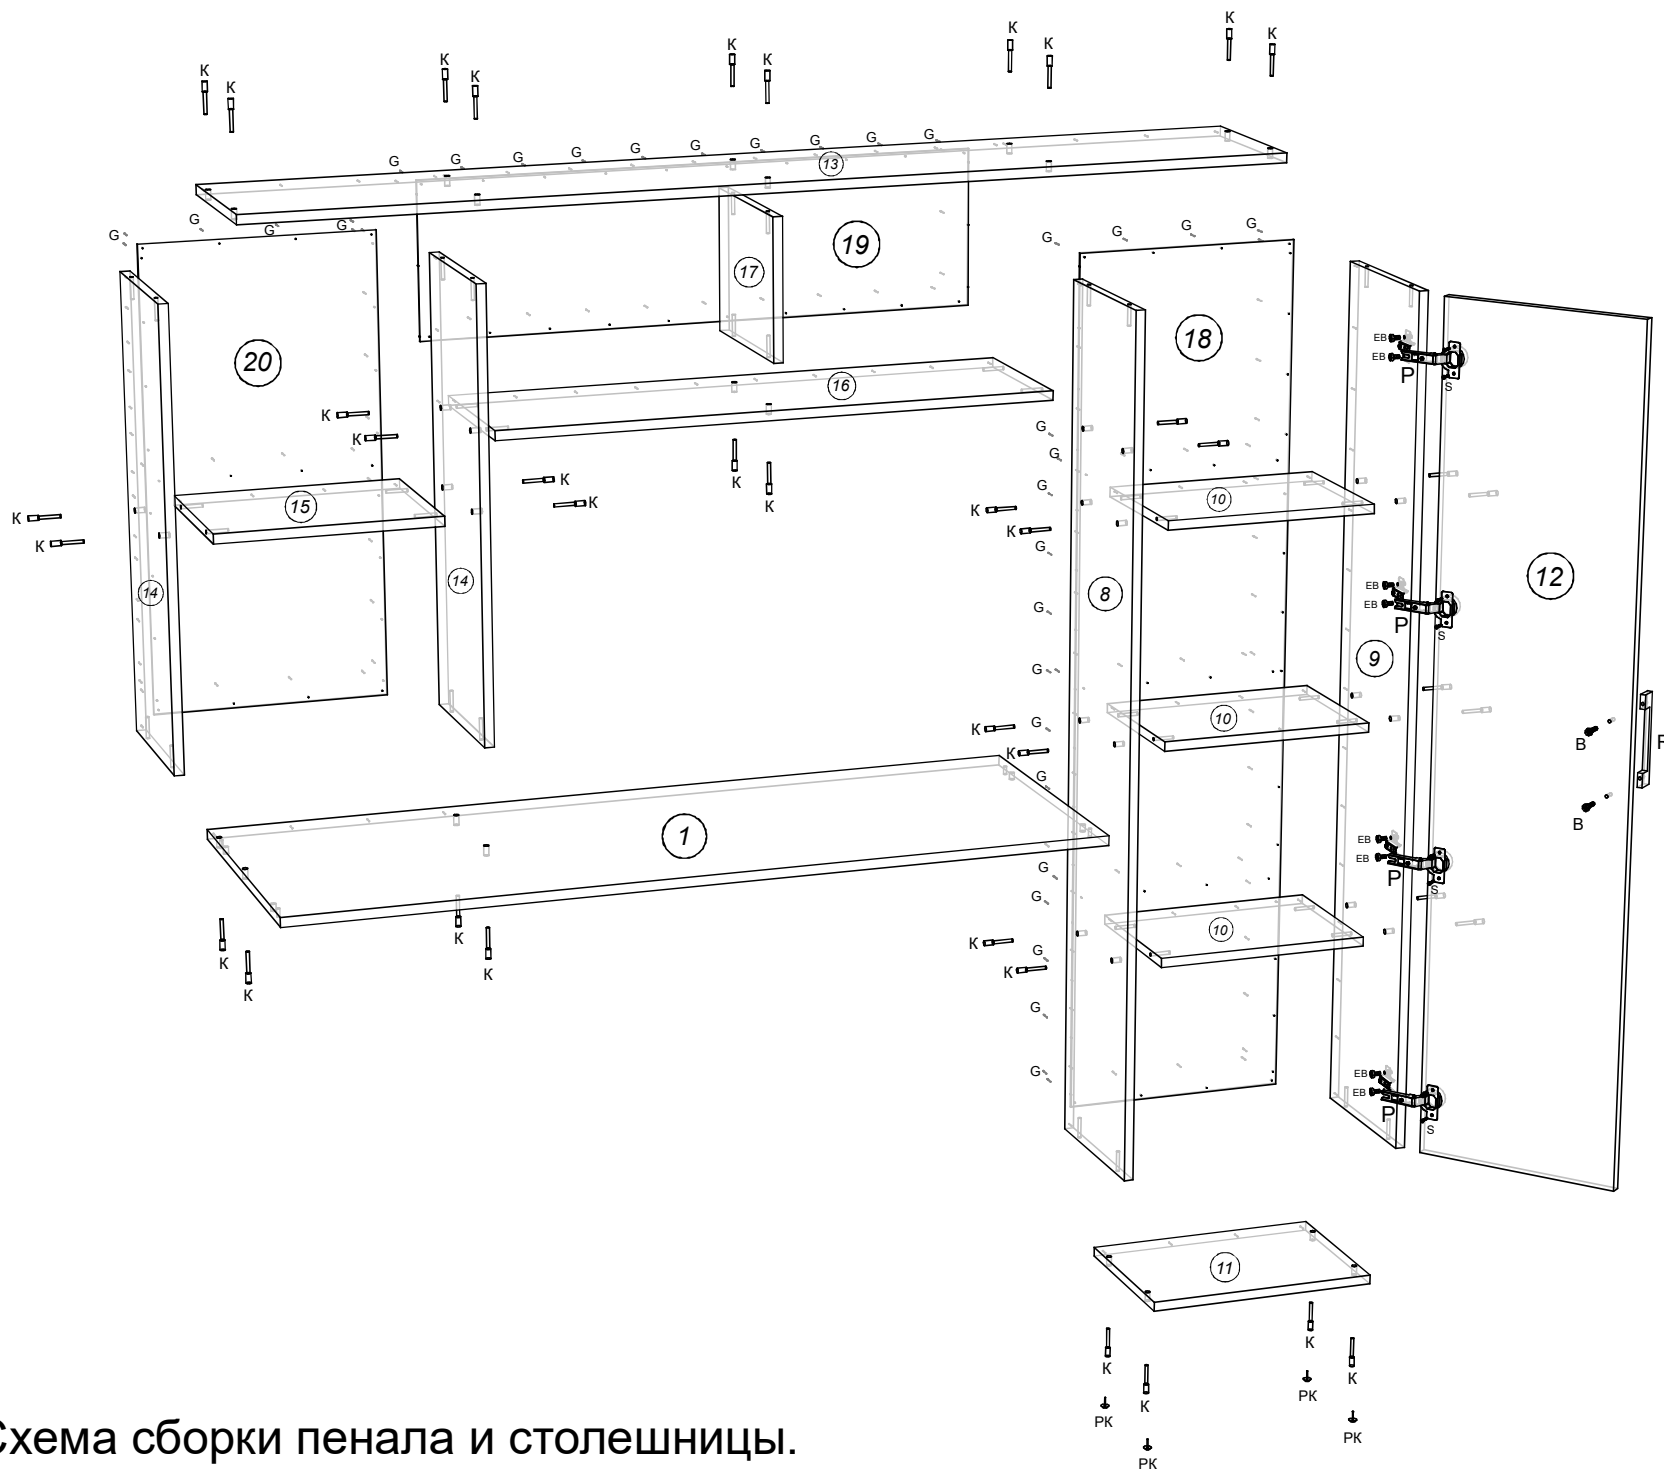

Рис. 1 Схема сборки пенала и столешницы.
1. Собираем пенал с надстройкой и крепим столешницу(поз. 1) как показано на рис. 1.